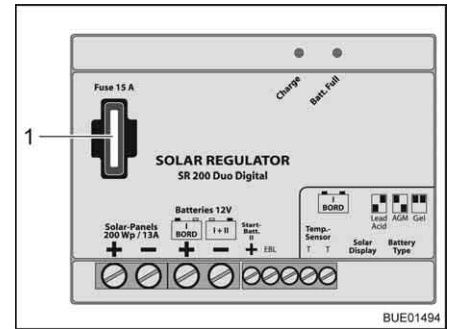

Fig. 183 Fusible pour régulateur de panneau solaire 200 W
- Changer le fusible plat 15 A/bleu (Fig. 183,1).